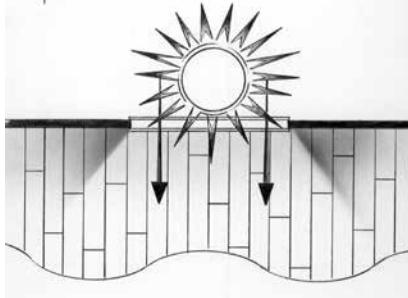

Fig. 2
1. Instale paralelo a la luz que ingresa desde las ventanas o, si la iluminación no es un problema, paralelo a la pared más larga de la habitación (Fig. 2).